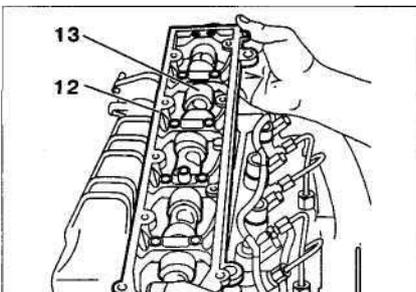

Рис. 7.21. Установите распределительный вал 13 в корпус 12 и установите их на головку блока цилиндров.
7. Нанесите герметик Е6 на контактную поверхность корпуса распределительного вала 12 (рис. 7.21). Установите распределительный вал 13 в корпус 12 и установите их на головку блока цилиндров.